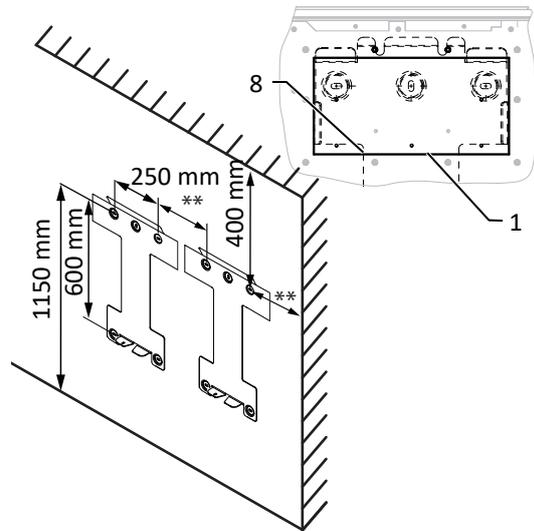

Abb. 12: Wandmontage
- Mindestabstände bei der Montage: [Siehe Abbildung 12 [► Seite 17]
2. Gerät über die Gehäuseaussparung auf der Geräterückseite in die Halterung einhängen ([Siehe Abbildung 12 [▶ Seite 17]]).